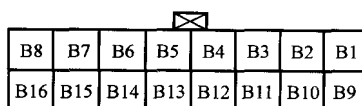

图 1-9 自动变速器控制模块 (TCM) 线束连接器 B (绿色) 端子排列
- (8) 自动变速器控制模块(TCM)线束连接器 B(绿色)端子排列及功能 见图 1-9 和表 1-10。